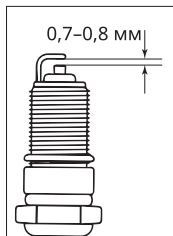

Рис. 27
7. Очистите электроды до металла мелкой наждачной бумагой, проверьте и отрегулируйте зазор. При необходимости отрегулируйте зазор до 0,7–0,8 мм (рис. 27).